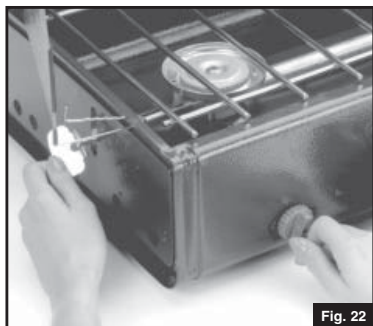

Fig. 22
- Abra la VÁLVULA AUXILIAR y gire la PERILLA DE ENCENDIDO hasta que encienda el quemador. (Fig. 22)